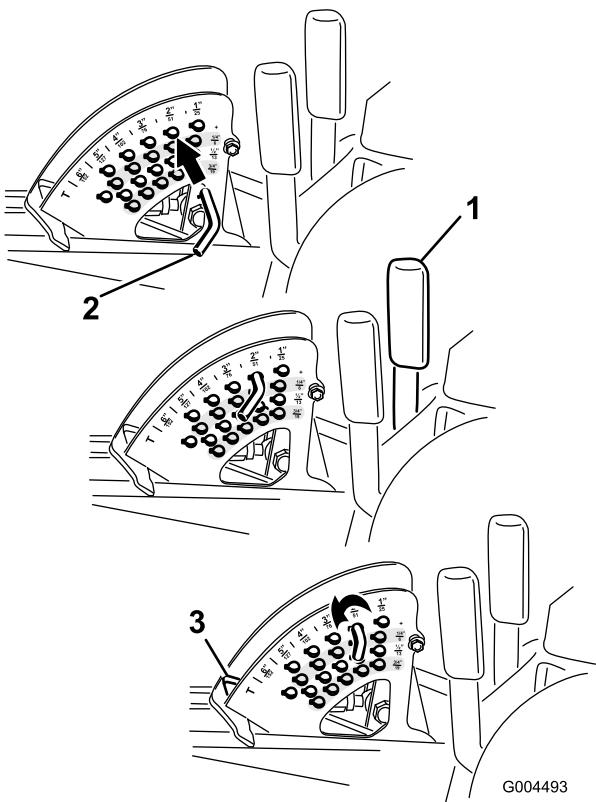

Bild 21
Hinweis: Wenn Sie das Mähwerk in der angehobenen Stellung arretieren möchten, heben Sie das Mähwerk über die 15 cm Stellung an, nehmen Sie den Schnitthöhenanschlagsstift ab (siehe Einstellen der Schnitthöhe) und setzen Sie den Stift in die 15 cm Schnitthöhenstellung (Bild 21).
1. Ziehen Sie den Mähwerkhubhebel bei laufendem Motor zurück, bis das Mähwerk ganz angehoben ist, und lassen Sie den **Hebel sofort los** (Bild 21).
2. Drehen Sie zum Einstellen den Anschlagsstift so lange, bis die Linien am Rollstift mit den Schlitten in den Löchern in der Schnitthöhenhalterung ausgerichtet sind. Nehmen Sie ihn dann ab (Bild 21).
3. Wählen Sie ein Loch in der Schnitthöhenhalterung, das der gewünschten Schnitthöhe entspricht, stecken Sie den Stift ein und drehen Sie ihn ein, um ihn zu arretieren (Bild 21).
Hinweis: Es gibt vier Reihen der Lochpositionen (Bild 21). Die oberste Reihe ergibt die Schnitthöhe, die über dem Stift steht. Die zweite Reihe ergibt die Schnitthöhe plus 6 mm. Die dritte Reihe ergibt die Schnitthöhe plus 12 mm. Die unterste Reihe ergibt die Schnitthöhe plus 18 mm. Für die Stellung von 15,8 cm gibt es nur ein Loch, das in der zweiten Reihe ist. Mit diesem Loch werden nicht 6 mm den 15,8 cm hinzugefügt.